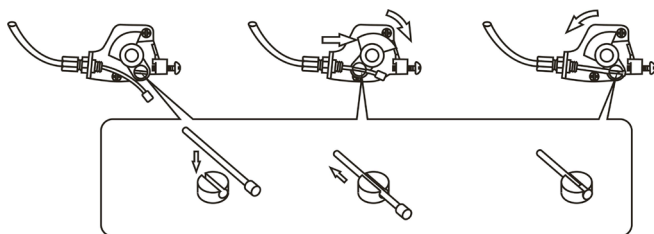

Fig. 3
- Passer le câble d'accélérateur dans la vis de réglage Fig. 3